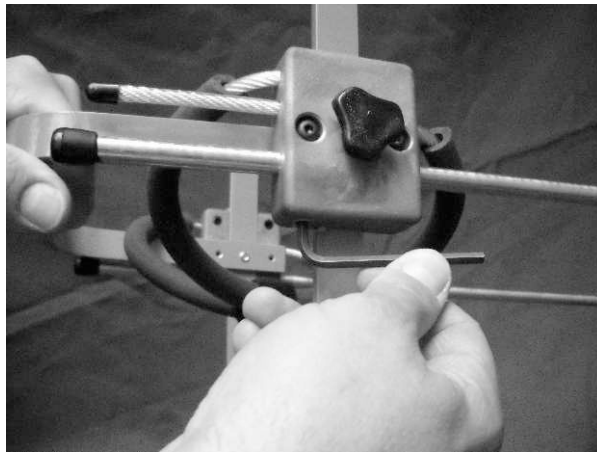

Fig. 8
12. Debajo de la pieza plástica principal encontrará un tornillo prisionero que deberá aflojarse utilizando la llave allen que le fue entregada con la silla. **Fig. 8**